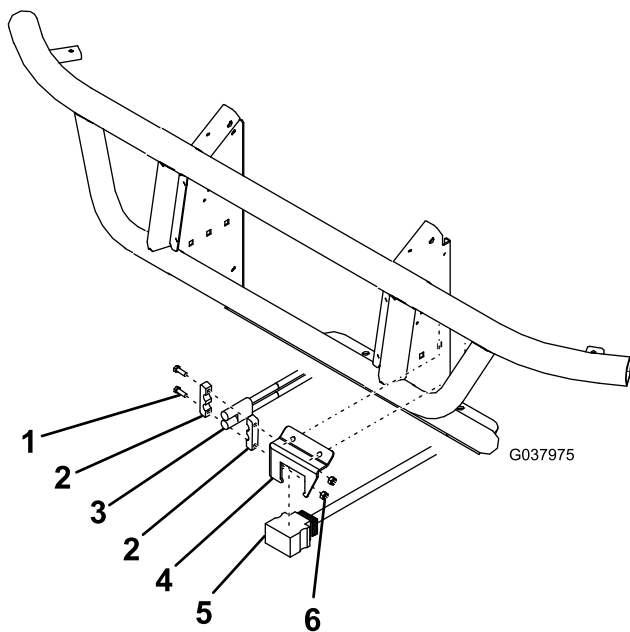

Bild 11
12. Befestigen Sie den fahrzeugseitigen Kabelbaumanschluss des Schneeschilds mittels der Befestigungshalterung für den Steuerkabelbaum und zwei Blechschrauben an der linken Seite des oberen Rahmens der Stoßstange (**Bild 11**).
13. Befestigen Sie den schwarzen und roten Strom- bzw. Erdungsanschluss an der Befestigungshalterung des Steuerkabelbaums (Bild 11).